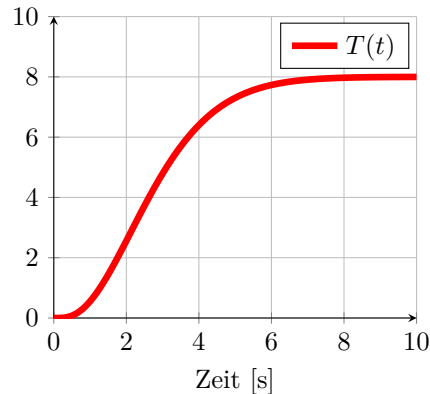

Abbildung 1: Sprungantwort des Temperaturverlaufs.
- (1 Punkt) Die Sprungantwort des Temperaturverlaufs von $T(t)$ in Abb. 1 beginnt bei 0 auf der y-Achse. Bedeutet dies, dass die anfängliche Temperatur 0 °C oder 0 K ist?